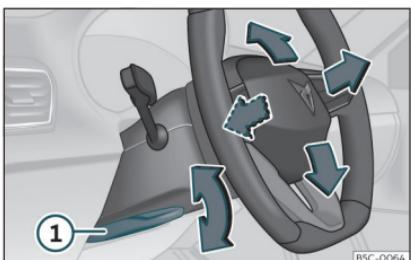

Fig. 8 Palanca en la parte inferior del lateral izquierdo de la columna de dirección.
- Tire de la palanca **»» fig. 8 ①** hacia abajo, mueva el volante hasta la posición deseada y vuelva a subir la palanca hasta el punto de cierre.
- Tras ajustar la columna de la dirección, empuje firmemente la palanca **»» fig. 8 ①** hacia arriba para que el volante no cambie de posición accidentalmente durante la marcha.